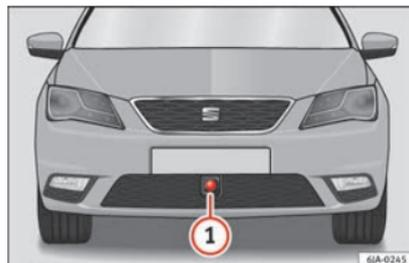

Fig. 190 Sul paraurti anteriore: sensore radar.
Sul paraurti anteriore è montato un sensore radar che rileva la situazione del traffico » fig. 190 ①.